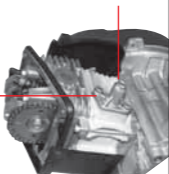

Fig. 4
- Lösen Sie die Ventileinstellschrauben **(Fig. 4)**.